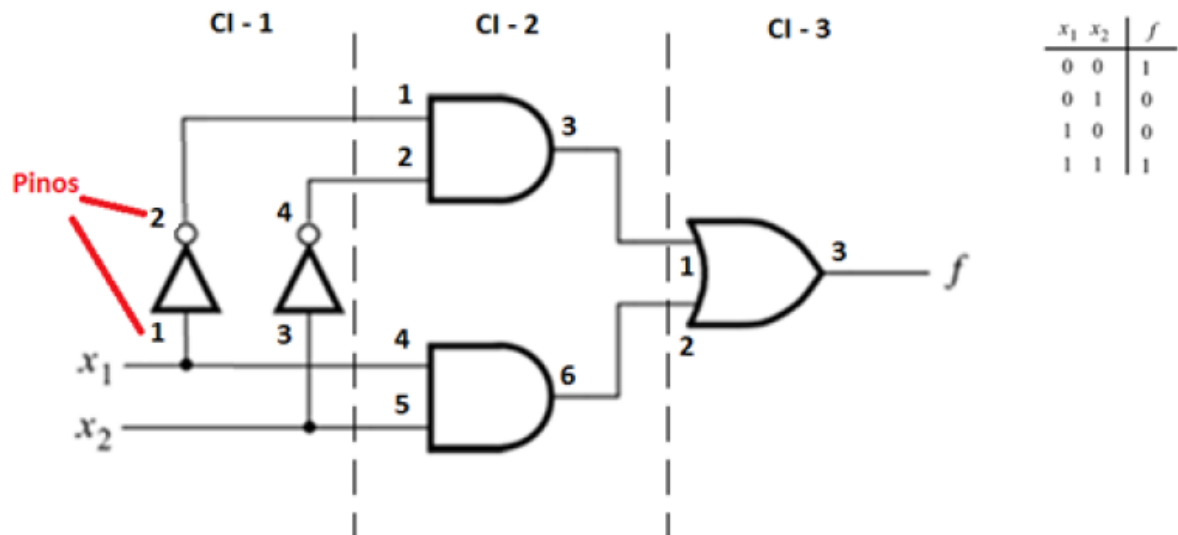

Figura 1: Circuito combinacional XNOR.
Passo 1: Implemente em matriz de contatos (breadboard) o circuito combinacional XNOR dado pela Figura 1. Escolha os componentes adequados (busque a pinagem nas respectivas folhas de especificação técnica - datasheets). Verifique o funcionamento do circuito. Gere a imagem da montagem final do circuito.